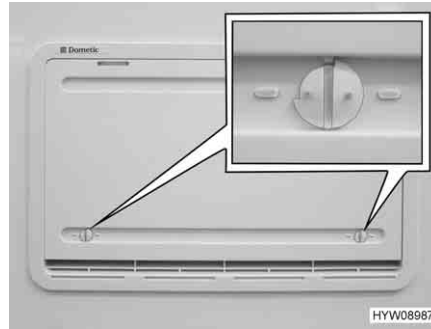

Fig. 208 Protection hivernale
Quand le réfrigérateur doit être utilisé à basses températures extérieures, le fabricant recommande d'employer une protection hivernale (Fig. 208) pour ses grilles d'aération du réfrigérateur.
- Ouvrir les deux dispositifs de verrouillage (Fig. 208) (la rainure est à l'horizontale).